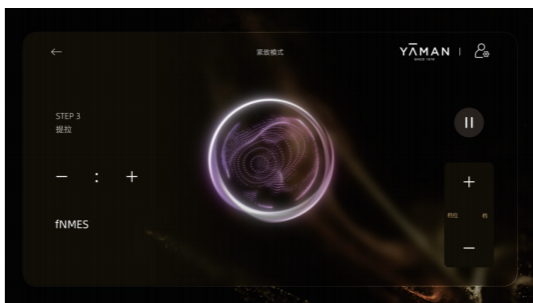

图5-13：紧致模式-提升手柄页面
③提拉手柄+沁肤盈润精华乳，护理时长默认10分钟，可调节至最大时长30分钟（如图5-13）。